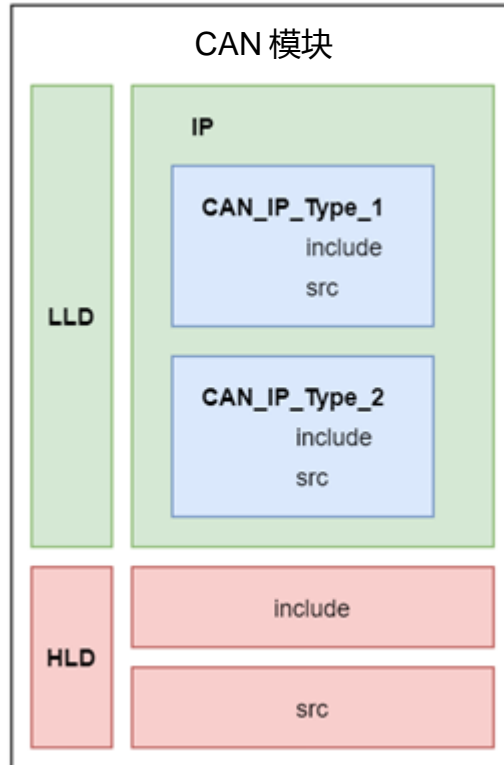

图 8. RTD 文件结构 include
- **开发错误**：通常是参数检查、函数调用时的参数合法性等。这些错误是使用 DevAssert 函数检查的。如果检测到错误，它会在默认实施中暂停程序执行。此应用也可以覆盖 DevAssert 函数的默认行为。这种机制与旧版 SDK 中的 DEV_ASSERT 功能几乎相同，唯一的改进是现在可以分别为每个驱动程序启用/禁用这些语句，而不像原 SDK 方法那样使用的是全局配置（参见图 8）。